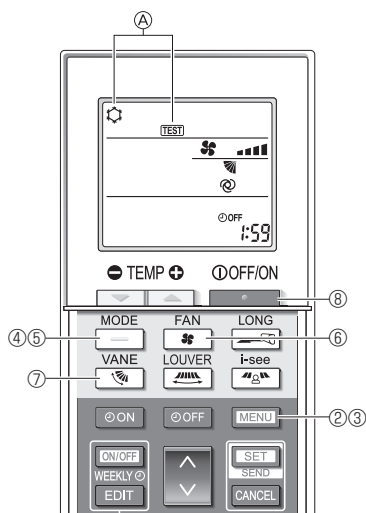

Fig. 7-5
- Trykk på [MENU]-knappen i 5 sekunder. (Fig. 7-5)
Ⓐ [TEST] og gjeldende driftsmodus vises. (Fig. 7-5)